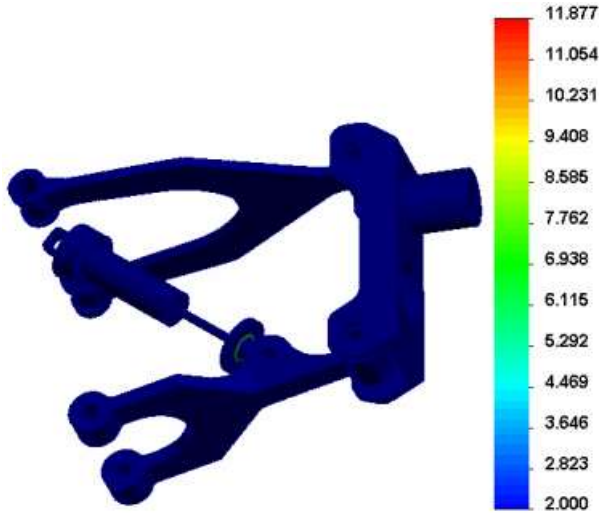

Рисунок 8.7 – Епюра пошкоджень
- У *PropertyManager* виберіть «Эпюра повреждения» та натисніть «ОК» (рис. 8.7). Епюра пошкодження показує на скільки відсотків зменшився термін служби компонента в результаті певної події втоми. В результаті події втоми термін служби компонента зменшився всього на 11,88 %.